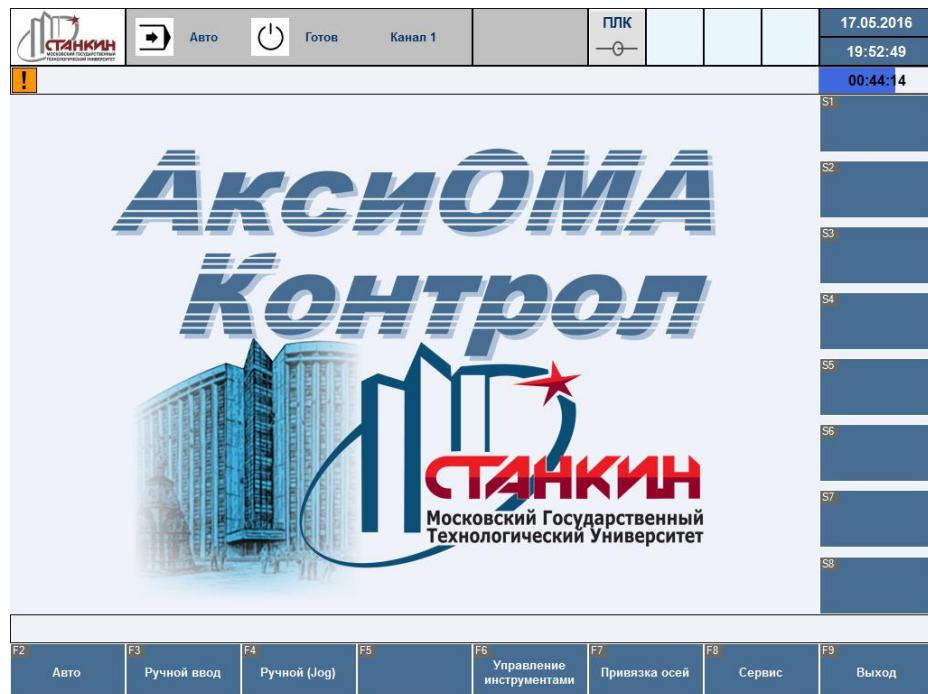

Рисунок 1 – Стартовый экран СЧПУ «АксиОМА Контрол»
- Перейти в стартовый экран (Рисунок 1):